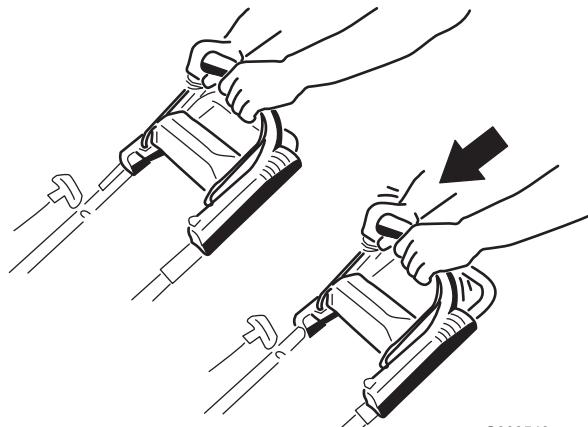

Figuur 13
1. Houd de bedieningsstang van het maimes tegen de handgreep (Figuur 13).